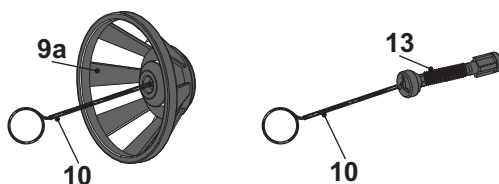

Fig. 11
- > Limpe cuidadosamente todas as peças desembaladas com agente de limpeza. Utilize a agulha de limpeza (10) para remover qualquer resíduo de tinta dos orifícios do bocal de pulverização (9a) e da válvula (13) (Fig. 11).